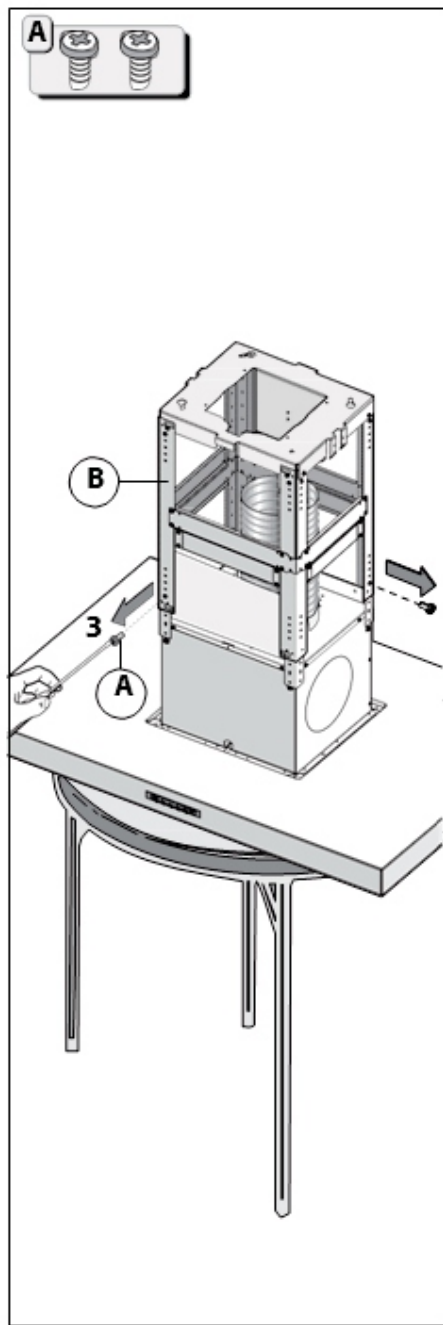

Fig.4
- Tirar os 2 parafusos A que mantêm fixada a estrutura superior B aquela inferior C como indicado na fig.4.